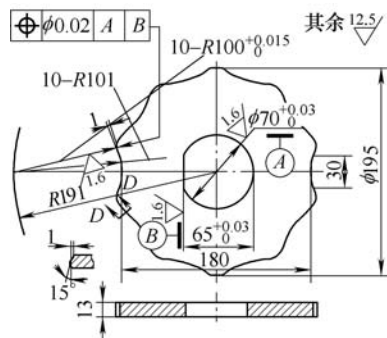

图7 磨II圆定位盘
倒面，以 $R100_{-0.02}^{-0.045}$ mm 和 $\phi 36_{-0.075}^{-0.05}$ mm 外圆为基准，将工件旋转 180° 。偏心圆弧面 $R100_{-0.045}^{0.02}$ mm 转向圆心一侧，并由磨 II 圆定位盘（见图 7）定位，然后按上述过程压紧工件，上磨床磨削剩余一侧 $R100.3_{-0.05}^{0.0}$ mm 圆弧面至 $R100_{-0.045}^{0.02}$ mm，所有工序完成。
(4) 当使用磨削工装磨削第二个偏心圆弧面时，应更换成图7所示的定位盘，并更换与工件 $\phi 36_{-0.075}^{+0.05}\text{mm}$ 外圆相符的定位座装配，而后采用与上述相同的装配方法装配后再进行磨削。